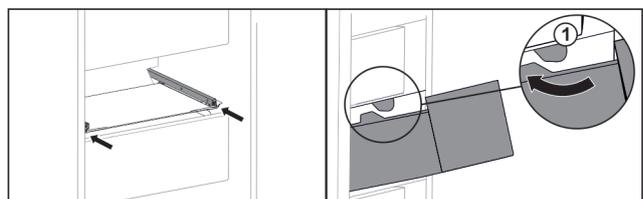

Fig. 31
- ▶ Обвести висувний ящик навколо стопора Fig. 31 (1)*